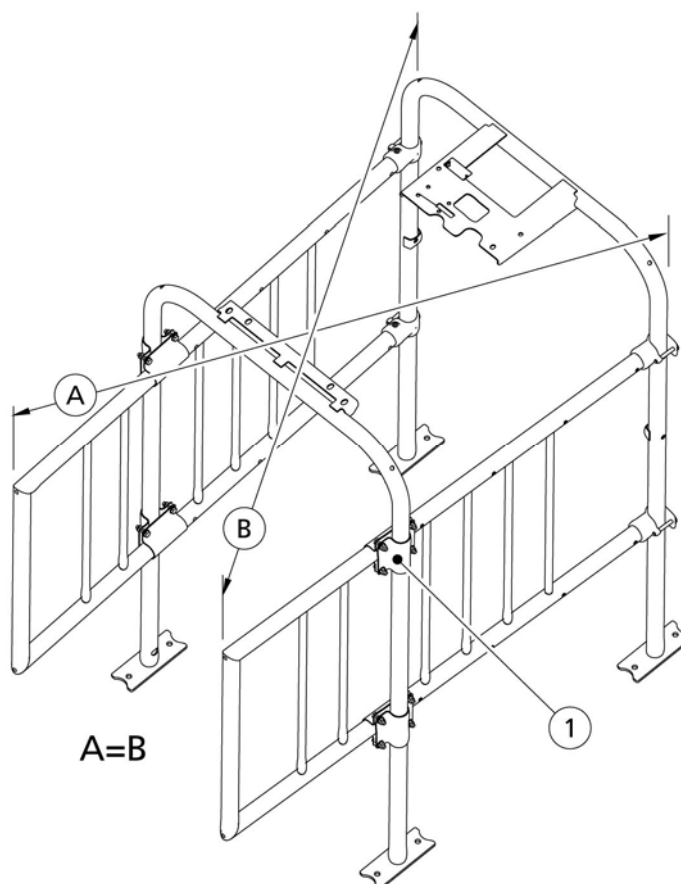

Figure 19. Nurkade rihtimine
1. Asetage juhtimisseade (2, fig. 19, page 5-9) eesmise ja tagumise värava vahelistele kanduritele, nii et CE-märgise plaat (1) on suunatud taha ja kaablikanal ette.
4. Veenduge, et maanduskaabel on ühendatud juhtimisploki poldiga (1).
5. Juhtige maanduskaabel (15) läbi kaablikanali.
6. Paigaldage kandepolt (3, fig. 19, page 5-9) läbi juhtimisploki põhjas oleva ava ja eesmisel väraval oleva riba.
7. Paigaldage kaabliking (4) maanduskaablist seibi (5) ja kübarmutrit (6) abil kandepoldi külge.